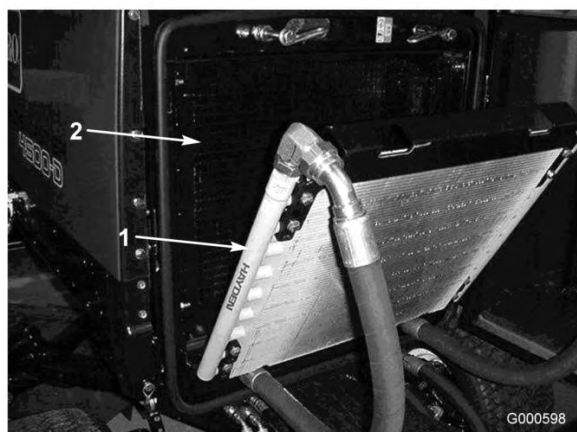

図 53
3. クーラを後ろに傾ける。オイル・クーラとラジエターの裏表を（図 53）圧縮空気で丁寧に清掃する。機体の前側からエアを吹きつけ